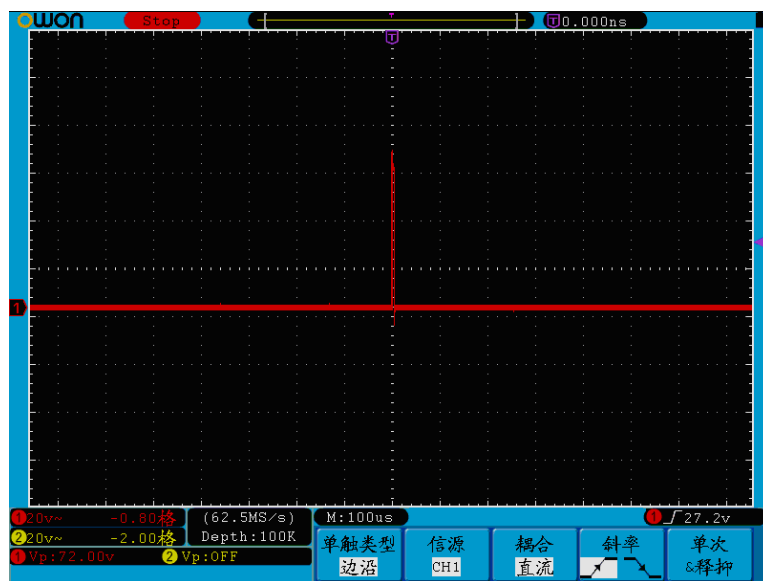

图 6-3: 捕捉单次信号
- (5) 按 F2 键，选择峰值检测。
- (6) 按触发菜单按键，显示触发菜单。
- (7) 按 H1 键，显示触发类型菜单。
- (8) 按 F1 键，选择触发类型为单触。
- (9) 旋转通用旋钮，选择触发模式为边沿。
- (10) 按 H2 键，显示信源菜单。
- (11) 按 F1键，选择信源为 CH1。
- (12) 按 H3 键，显示耦合菜单；按 F2 键选择耦合为直流。
- (13) 按 H4 键，选择斜率为 （上升）。
- (14) 旋转 **触发电平** 旋钮，调整触发电平到被测信号的中值。
- (15) 若屏幕上方 **触发状态指示** 没有显示 **Ready**，则按下 **Run/Stop**（运行/停止）按键，启动获取。等待符合触发条件的信号出现。如果有某一信号达到设定的触发电平，即采样一次，显示在屏幕上。利用此功能可以轻易捕捉到偶然发生的事件，例如幅度较大的突发性毛刺：将触发电平设置到刚刚高于正常信号电平，按 **Run/Stop**（运行/停止）按键开始等待，则当毛刺生时，机器自动触发并把触发前后一段时间的波形记录下来。通过旋转面板上水平控制区域的 **水平位置** 旋钮，改变触发位置的**水平位置**可以得到不同长度的负延迟触发，便于观察毛刺发生之前的波形。见图 6-3。